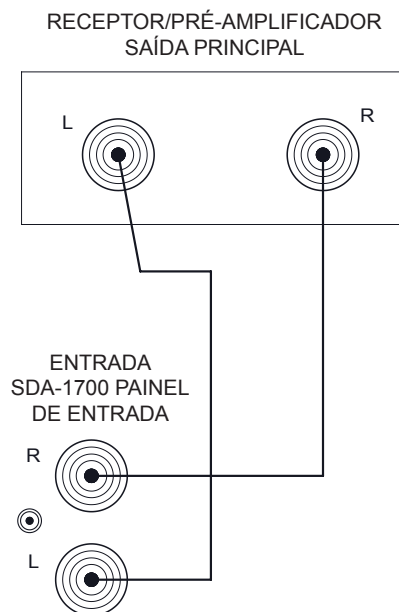

Figura 5:
1. Conecte o cabo RCA de canal duplo entre as saídas de energia Esquerda e Direita do receptor/pré-amplificador e aos conectores de ENTRADA respectivos no painel traseiro do SDA-1700, como mostrado na Figura 5.